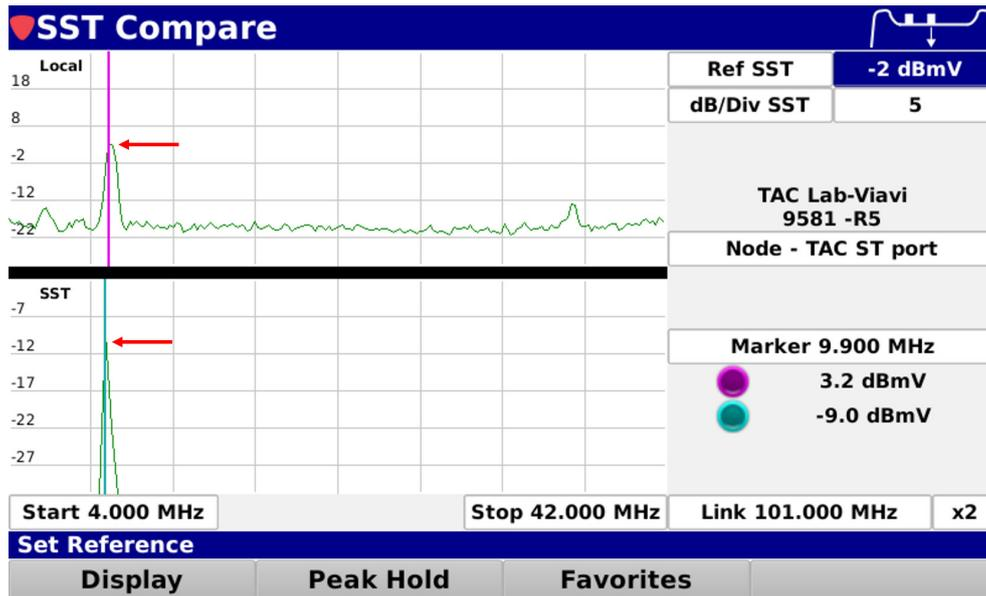

Figura 7 – Visualización en 1G DSP de ruido de ingreso local y SST de 4 MHz a 42 MHz
- e. La pantalla mostrará el espectro local y el espectro SST (figura 7).